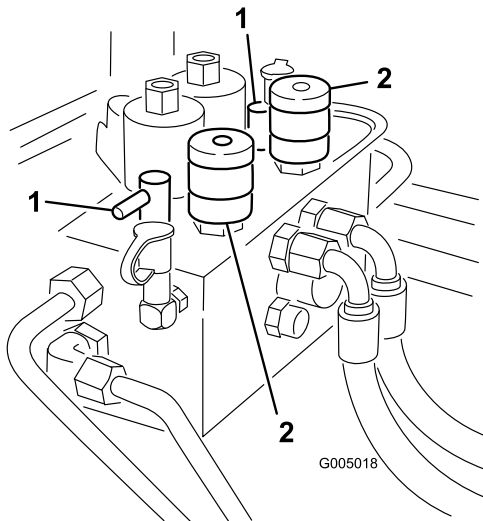

Figura 78
- Localice los mandos de selección de la velocidad del molinete y los mandos de autoafilado (Figura 78). Gire el/lo(s) mando(s) de autoafilado deseado(s) a la posición de autoafilado y ponga el/los mando(s) deseado(s) de selección de la velocidad del molinete a la posición 1.